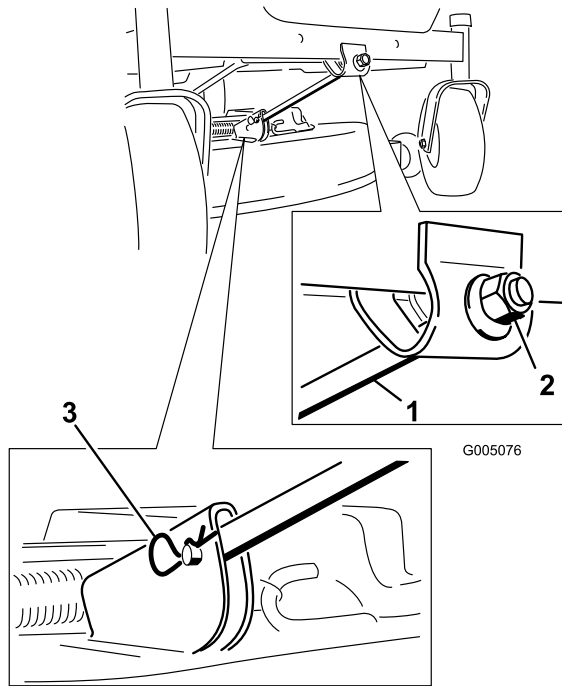

Figura 51
4. Retire el pasador y la chaveta de la varilla de soporte delantera (Figura 51). Baje cuidadosamente la parte delantera de la plataforma del cortacésped al suelo.
6. Conecte la varilla de soporte delantera a la plataforma del cortacésped con el pasador y la chaveta (Figura 51).